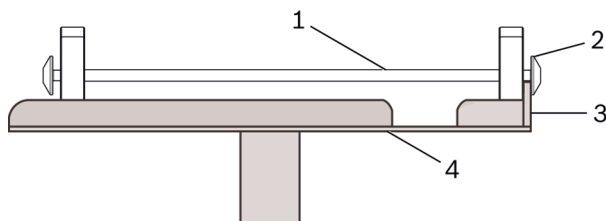

Figura 2: Suporte na placa universal
3. Coloque o suporte na placa universal do macaco hidráulico do motor e da caixa de engrenagem. Verifique se as alças da bucha de segurança se encaixam atrás da borda frontal da placa universal, conforme mostrado (veja a figura 2).
- Coloque e prenda o suporte exatamente como mostrado no ponto 3 e na figura 2.